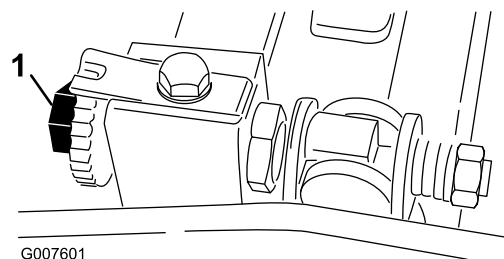

Figura 39
2. Eliminate il contatto con il cilindro facendo girare in senso antiorario le viti di regolazione della barra di appoggio (Figura 39).
cilindro in avanti, e allo stesso tempo girate in senso orario la vite di regolazione della barra di appoggio (dallo stesso lato del cilindro) (Figura 39), uno scatto per volta, finché la carta non viene pizzicata leggermente quando viene inserita dal davanti ed è parallela alla controlama, e tirando la carta dovreste notare una lieve resistenza.